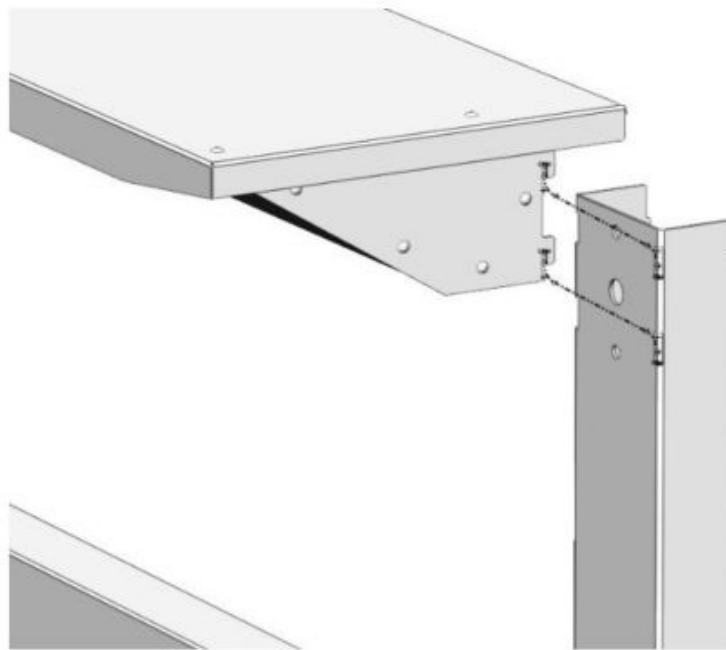

Рис. 3. Установка полки надстройки
- 6.5. Установить полки надстройки на стойки, заведя шипы в соответствующие пазы (Рис. 3).